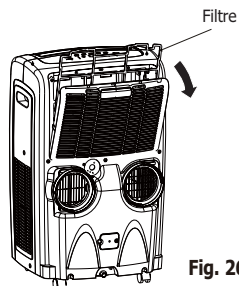

Fig. 26
- Ce dispositif possède un filtre. Tenez le panneau supérieur et ôtez le filtre situé derrière la grille du panneau arrière (Fig.26).